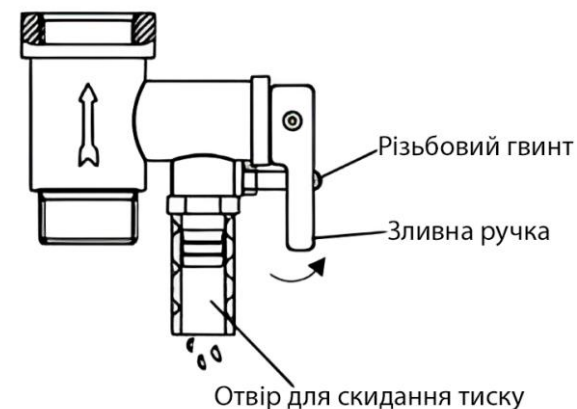

Рисунок 5. Інструкції щодо використання приладу
- Відкрутіть різьбовий гвинт на багатофункціональному запобіжному клапані та підніміть зливну ручку вгору (див. рис. 5), щоб злити воду з внутрішнього бака.